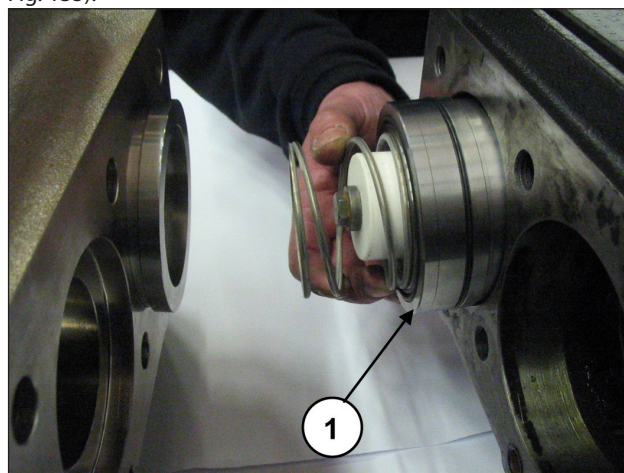

Fig. 135
Ruotando l'albero, fare avanzare il guida pistone in modo che il tampone, avanzando a sua volta, possa espellere il supporto guarnizioni, la molla e tutto il gruppo pistone (pos. ①, Fig. 135).